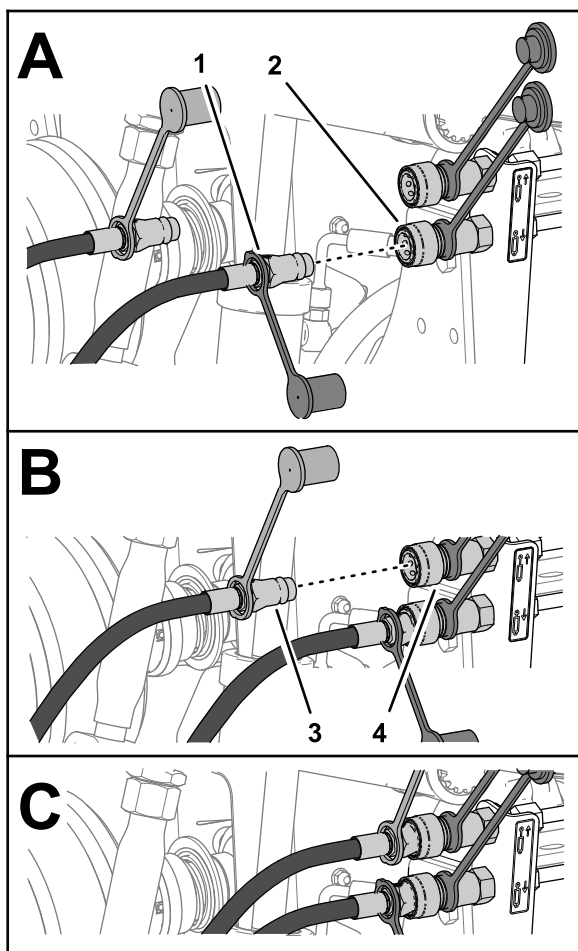

Рисунок 33
- Подсоедините быстроразъемный штуцер шланга выдвижения цилиндра к быстроразъемному соединителю контура опускания заднего навесного оборудования (Рисунок 33).